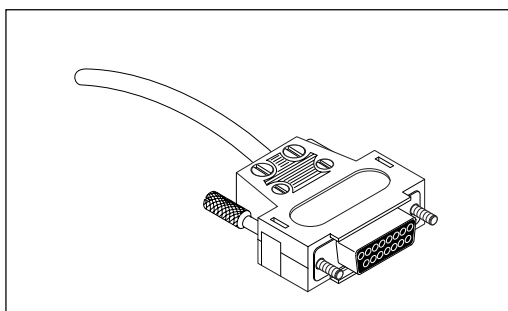

Abb. 9: Anschluß externe Ziffernanzeige
- Geldwechsler an den Automaten anschließen und ggf. andere Steckverbindungen zusammenfügen (z. B. für externe Ziffernanzeige (Abb. 9) oder Banknotenprüfer).